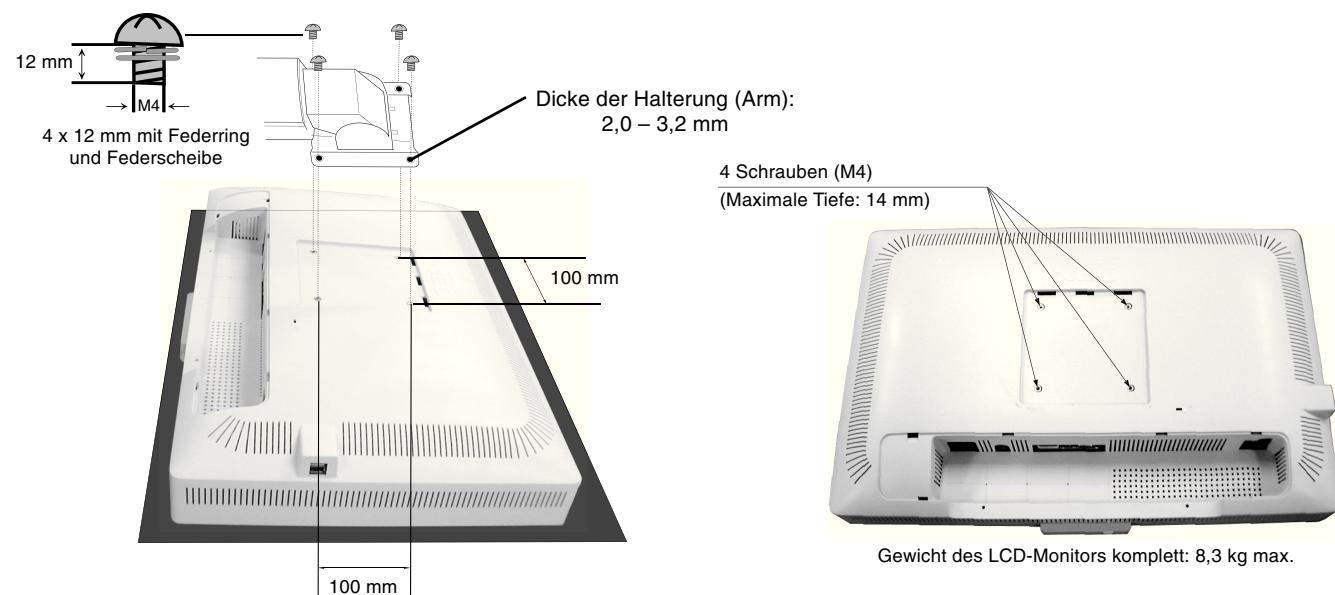

Abbildung F.1
2. Verwenden der vier Schrauben, um den Tragarm am Monitor zu befestigen (**Abbildung F.1**).